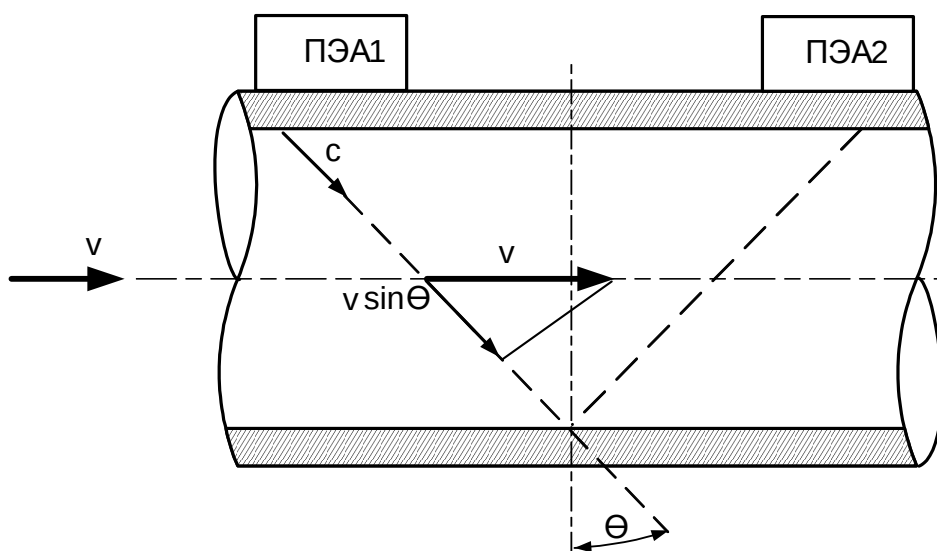

Рис.1. Схема прохождения УЗС.
1.5.1.2. Электрические зондирующие импульсы, генерируемые ВП, попеременно поступают на ПЭА1 и ПЭА2 (рис.1).